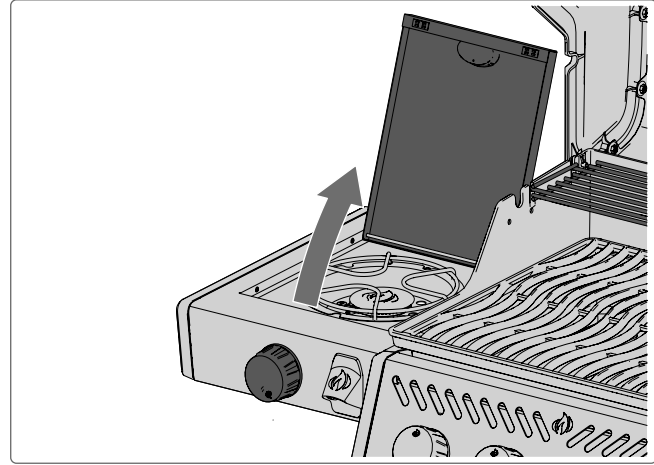

Fig. 9
1. Open de branderdeksel (**Fig. 9**).